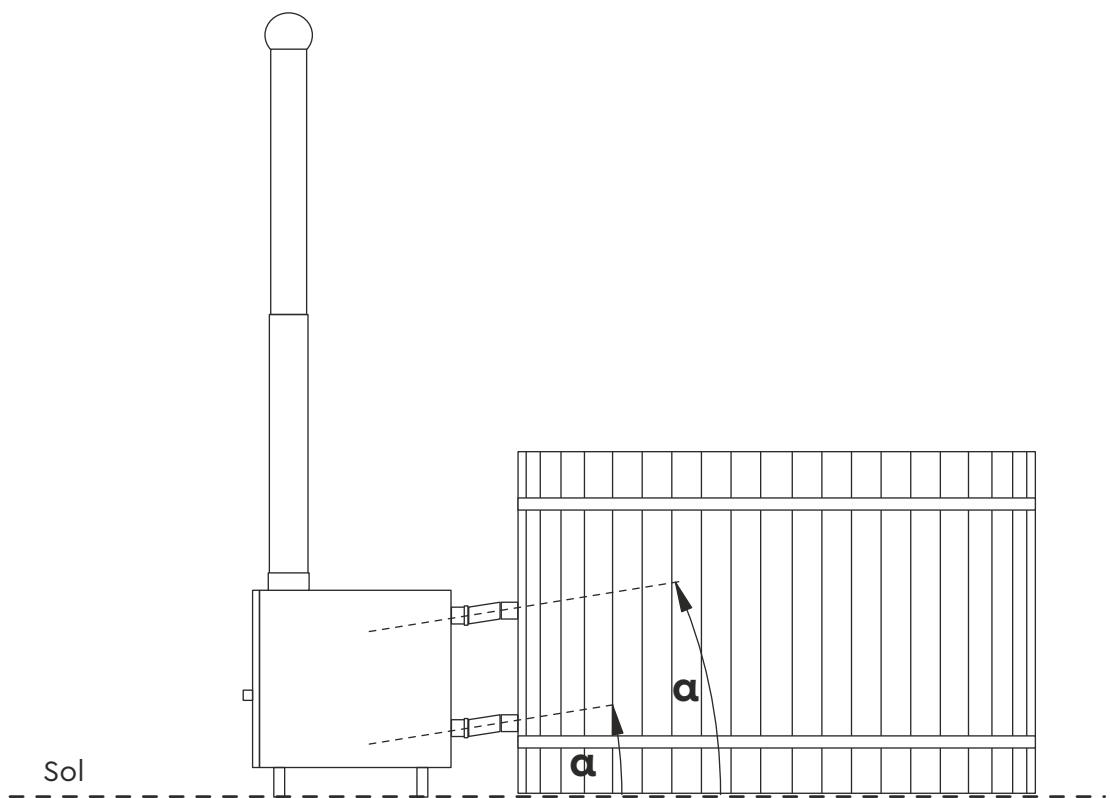

Figure 4
- Le poêle extérieur doit être installé sur la même surface et à la même hauteur que la cuve thermale. Voir Figure 4.